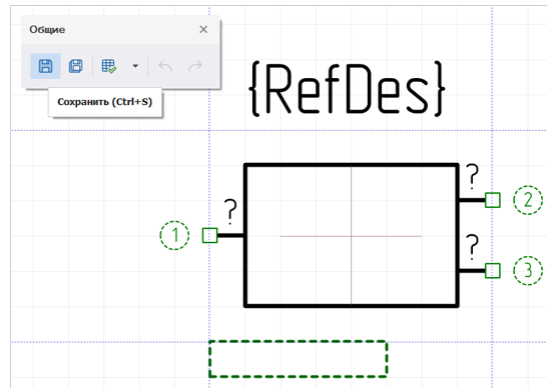

Рис. 151 Создание и сохранение УГО для базового типа представления (при повороте на 0°)
1. Создать графику УГО, разместить выходы, заполнить всю необходимую информацию по атрибутам и стилю их отображения, нажать «Сохранить» на панели инструментов «Общие», Рис. 151.